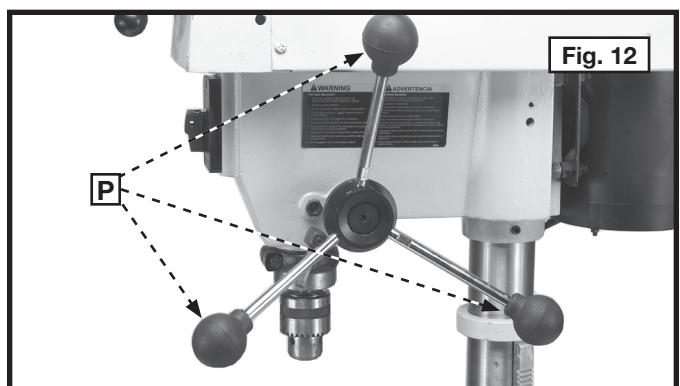

Fig. 12
10. Visser les trois poignées (P), fig. 12, dans les trois trous taraudés situés sur l'arbre pignon.